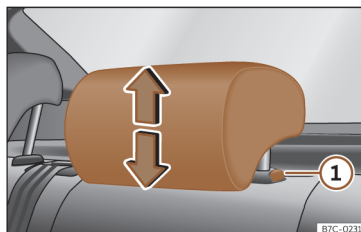

Fig. 76 Apoyacabezas trasero: regulación del apoyacabezas.
- Agarre el apoyacabezas con ambas manos por los lados y empuje hacia arriba hasta encajarlo en la posición deseada. Para bajarlo, haga la misma acción, pulsando el botón lateral ①»» **fig. 76**.